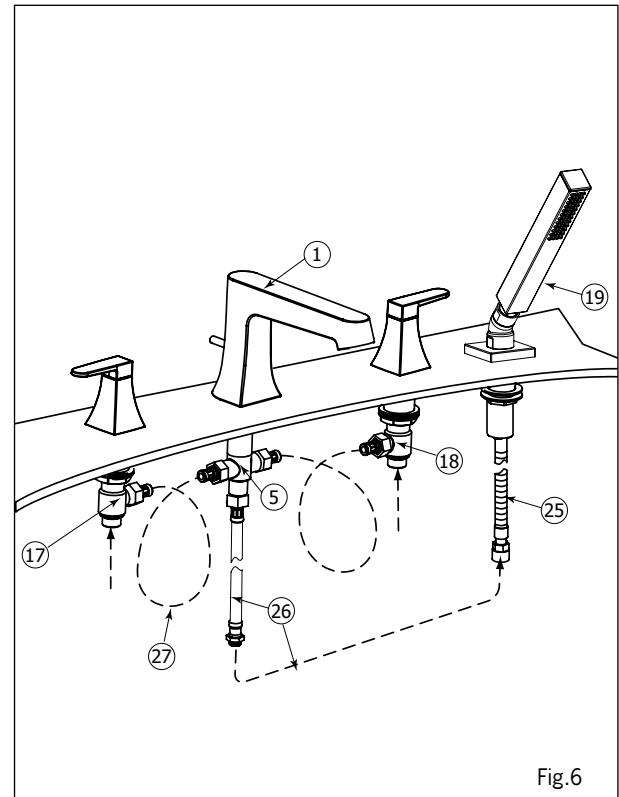

Fig.6
Connect the hot (17) and cold (18) valves to the side shank water inlets (5) with supplied G 1/2" hoses (27) (see Fig.6).
B) Raccordement des poignées au bec: Raccorder les valves d'eau chaude (17) et froide (18) aux deux entrées d'eau du raccord du robinet (5) avec les flexibles 1/2" G fournis (27) (voir Fig.6).
C) Raccordement de l'alimentation d'eau. Raccorder les boyaux d'eau chaude (22) et d'eau froide (21) aux boyaux d'alimentation 1/2" G. Les boyaux d'eau chaude et froide sont identifiés avec des étiquettes.